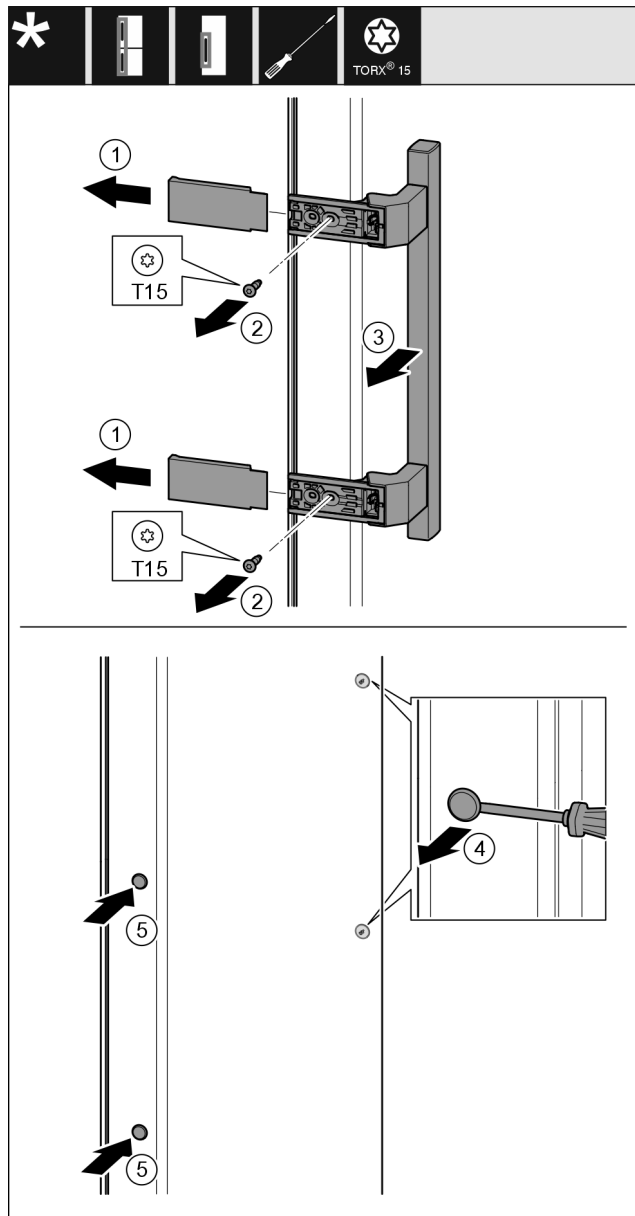

Fig. 19
- ▶ Stáhněte kryt Fig. 19 (1).
- ▶ Šroubovákem vyšroubujte šrouby Fig. 19 (2).
- ▶ Sejměte madlo Fig. 19 (3).
- ▶ Postranní zátku Fig. 19 (4) opatrně plochým šroubovákem nadzvedněte a vytáhněte.
- ▶ Zátku Fig. 19 (5) opět vložte na druhé straně.